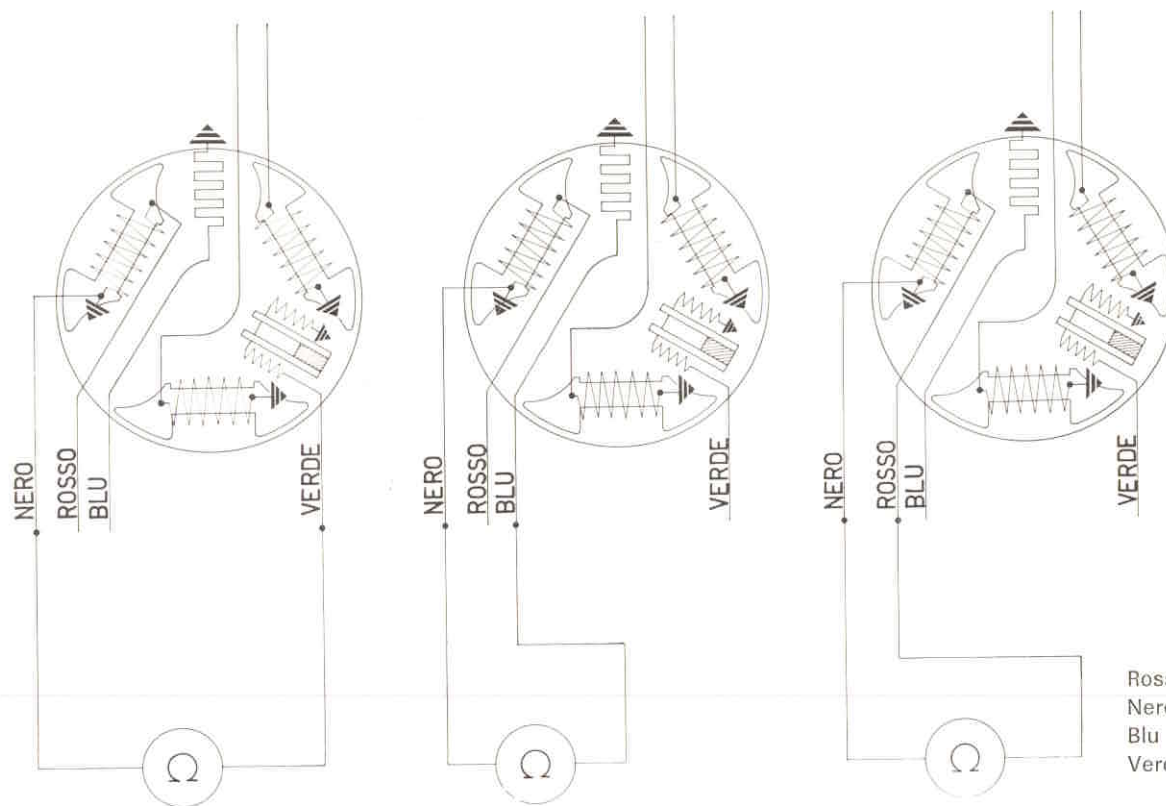

Fig. 5/A
c) By means of an ohmmeter, that can measure resistances from 1 up to 1000 ohms, verify the backplate of the generator as follows (Fig. 5 A):
c) Con un óhmetro que pueda medir las resistencias entre 1 y 1000 ohms controlar el estator del generador como se indica a continuación (Fig. 5 A):